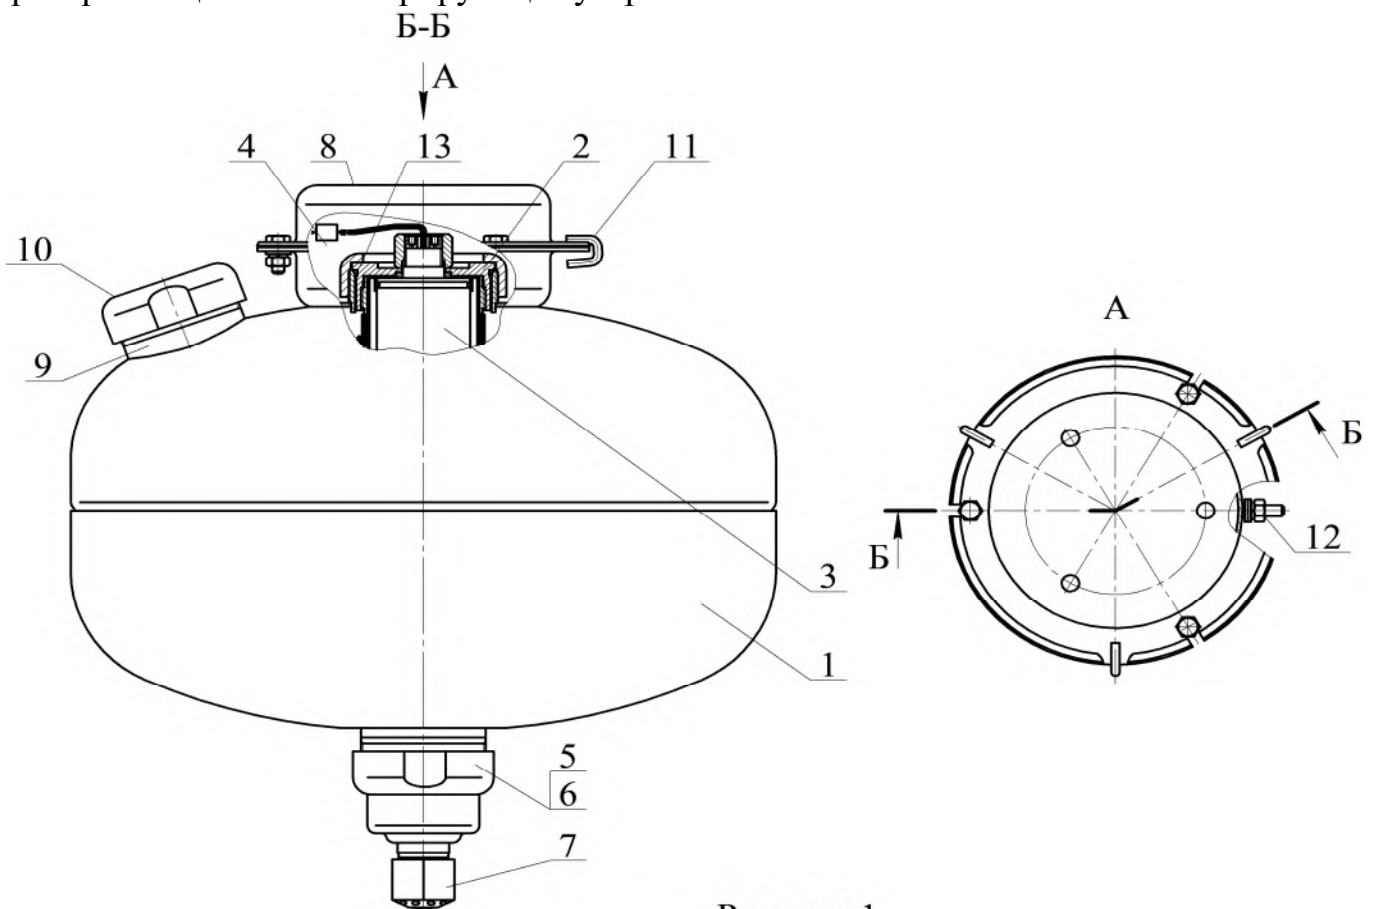

Рисунок 1
4.1.1 МУПТВ (см. рисунок 1) состоит из корпуса 1, заправленного ОТВ, в котором размещено газогенерирующее устройство 2.
После подачи электрического импульса на выводы элемента электропускового 4 (см. рисунок 1) ИХГ 3 генерирует газ, который создает давление внутри корпуса МУПТВ для вскрытия мембраны 5 и выпуска через насадок-распылитель 7 в зону горения тонкораспыленной струи ОТВ.
6.3 Закрепить кронштейн **8** (см. рисунок 1) на потолке. Координаты отверстий в кронштейне приведены на рисунке 6.
6.5.1 Подготовка ОТВ для МУПТВ-13,5-ГЗ-ВД($t^{\circ}\text{C} = +5_{\text{п}}$): залить в отверстие верхней горловины **9** (см. рисунок 1) воды по ГОСТ 6709-72, СанПиН 2.1.4.1074-01 (температура воды должна быть плюс 15...25 $^{\circ}\text{C}$) объемом 11,8 $^{+0,2}$ дм 3 . Открыть упаковки с жидкими добавками к воде и залить их в отверстие верхней горловины **9**.
Полученный раствор ОТВ залить в отверстие верхней горловины **9** (см. рисунок 1). Для окончательного приготовления ОТВ открыть упаковки с жидкими добавками к воде и залить их в отверстие верхней горловины **9**. Установить в отверстие горловины предохранительный клапан **10**. Сверху закрутить гайку до упора.
6.6 На выпускную горловину гайки **6** (см. рисунок 1) накрутить до упора насадок-распылитель **7**.
7.4 Комплект поставки для перезарядки МУПТВ (см. рисунок 1):